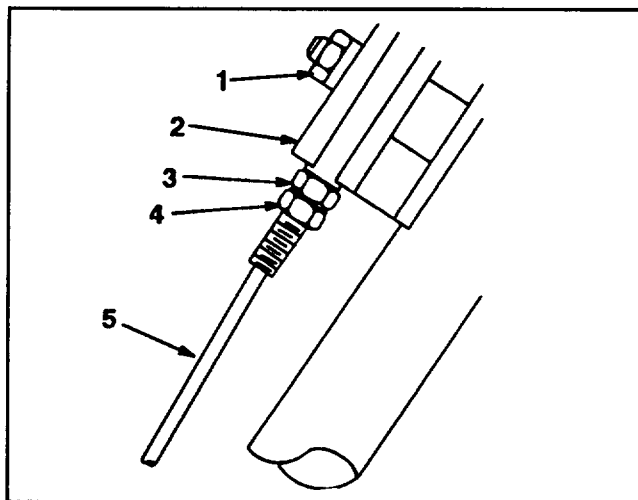

Abbildung 19
2. Mutter auf dem Stützblock lösen (Abb. 19).
3. Untere Gegenmutter am Radfahrantriebskabel lösen (Abb. 19).
8. Die obere Gegengmutter sollte nach der Einstellung am Stützblock anliegen (Abb. 19).